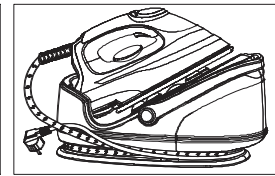

Fig.14
3. Platzieren Sie das Bügeleisen auf der Basisstation und wickeln Sie den Schlauch gefaltet gegen den Uhrzeigersinn um die Einkerbung. Klipsen Sie den Klipser am Stromkabel an die Lasche des Schlauches und wickeln Sie dann das Stromkabel um die Einkerbung und legen Sie den Stecker durch die Lasche im Schlauch so wie in Fig. 14